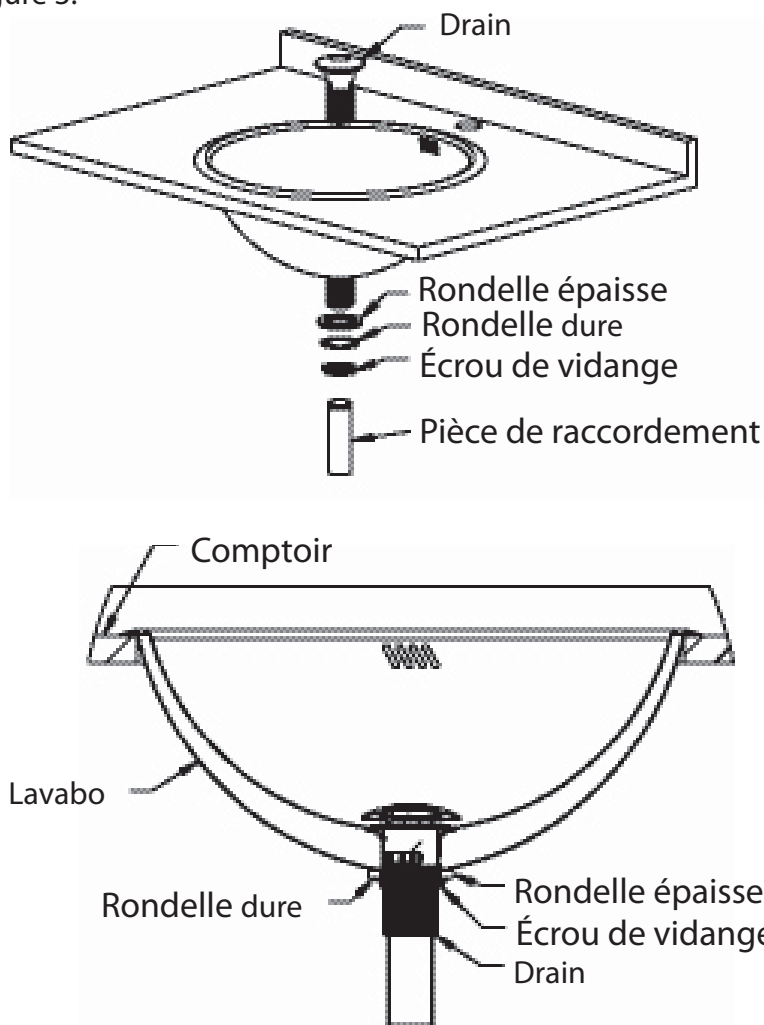

Figure 3
- o Reportez-vous à la figure 3.